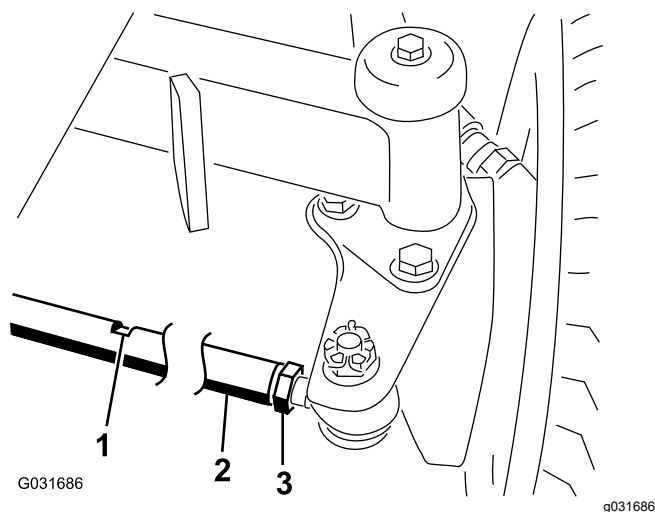

Рисунок 62
- Ослабьте зажимную гайку с каждой стороны соединительной тяги (Рисунок 62).